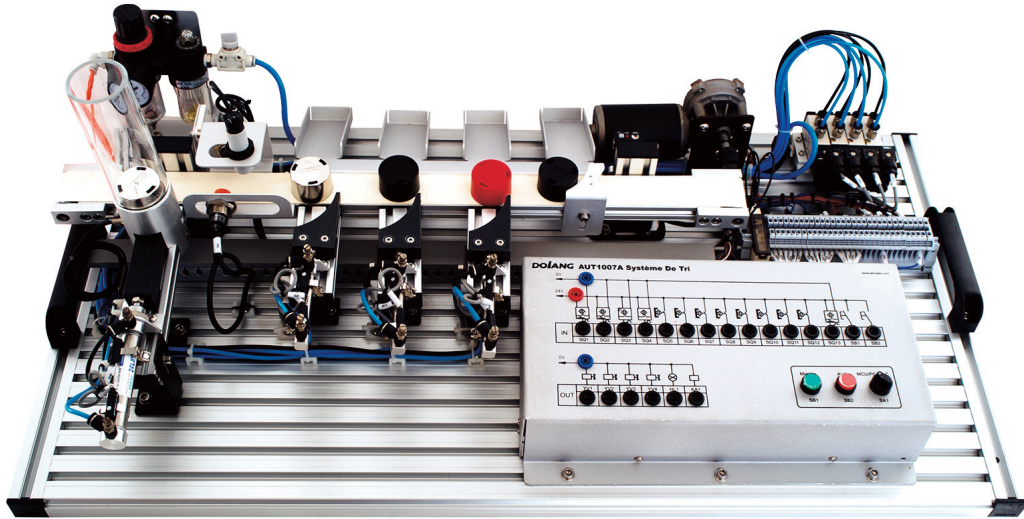

Fig. 1
Un enseignant a débuté sa séance par la présentation de la maquette didactique (figure 1). Celle-ci est destinée au tri des pièces en fonction de la couleur de du type de chaque pièce.
Le système de tri (figure 1) est équipé de plusieurs vérins et d'un moteur à courant continu.
- 6 Le choix technologique des actionneurs, préactionneurs et variables d'entrée du système technique (figure 1) est donné dans le tableau ci-dessous.